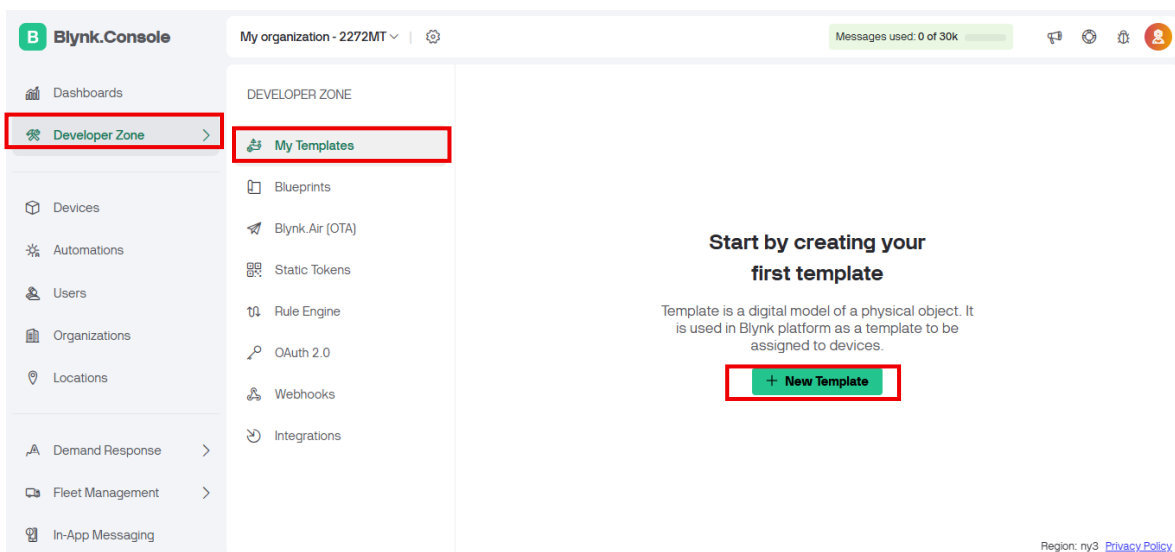

Figura 8.4. Creación de una plantilla de trabajo
1. Seleccionar la opción “*Developer Zone*”, luego en “*My Templates*” y finalmente en “*+New Template*” para crear una plantilla de trabajo. (ver figura 8.4)